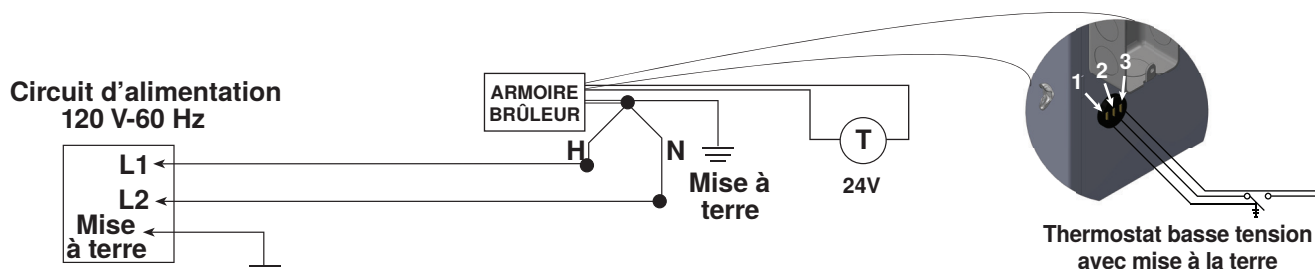
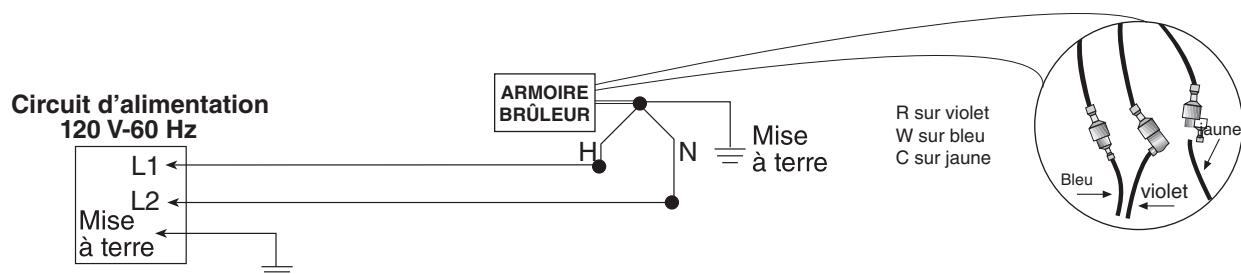
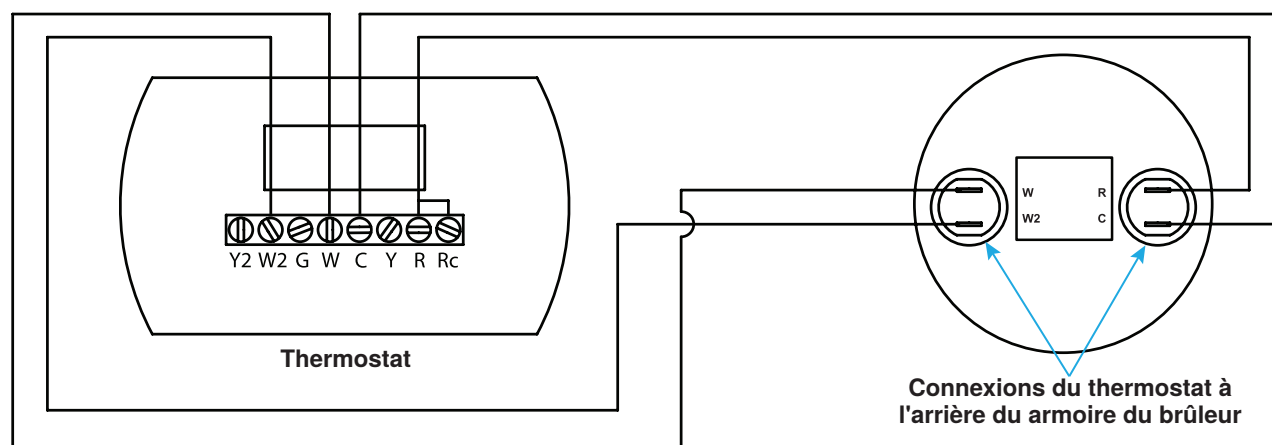

Figure 33. Câblage du thermostat basse tension modèle VZ
Figure 34. Câblage du thermostat basse tension modèle VZH
Figure 35. Câblage du thermostat à deux étages basse tension modèle VZT
- **Thermostat basse tension** : Installez le thermostat basse tension conformément aux instructions du fabricant du thermostat. Les bornes R et C du bornier fournissent 24 V au thermostat. Pour le modèle VZ, connectez le câblage conformément à la Figure 33. Pour le modèle VZH, connectez le câblage conformément à la Figure 34. Pour le modèle VZT, connectez le câblage conformément à la Figure 35. Pour connecter plusieurs armoires à brûleurs (jusqu'à huit), un relais de transformateur séparé (option IRT1) doit être installé. Reportez-vous aux instructions d'installation du fabricant fournies avec le relais de transformateur et aux schémas de câblage trouvés dans le manuel des pièces de rechange disponible sur www.reznorhvac.com.